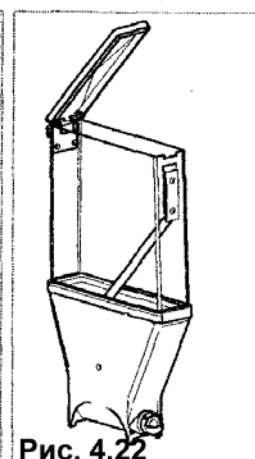

Рис. 4.22
- Снимите крышки с контейнеров для продуктов и желоба для продуктов (рис. 4.22). Погрузите все в предварительно подготовленный раствор.